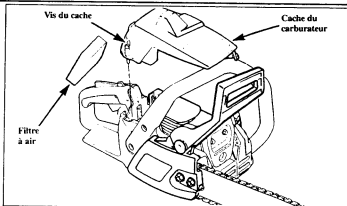

Figure 33
2. Retirez les vis du cache du carburateur et le cache lui-même. Figure 33.